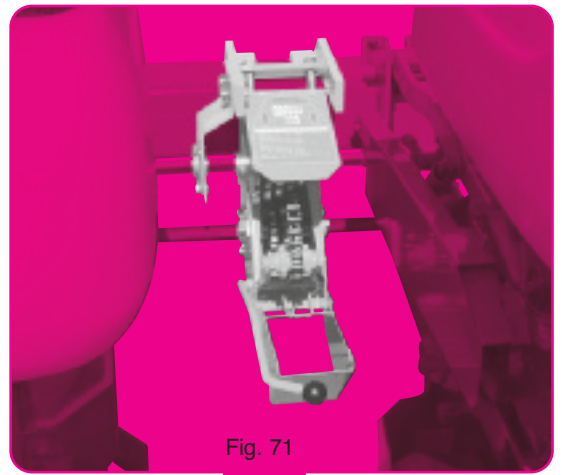

Fig. 71
- Montage déporté (fig.71) pour semoir à nombre de rangs impair. La boîte se place à gauche et au plus près de l'élément central : pour cela supprimer 1 des paliers ④ support axe hexagonal.
- Offset assembly (fig. 71) for planters with an odd number of rows and inter-row spacing under 45 cm (18"). The gearbox is then mounted on the left and as close as possible to the central metering unit. To do so, remove one of the bearing fingers ④ which support the hexagonal shaft.
- Montaje desviado (fig. 71) para sembradora con número de hileras impar y distancia entre hileras inferior a 45 cm.